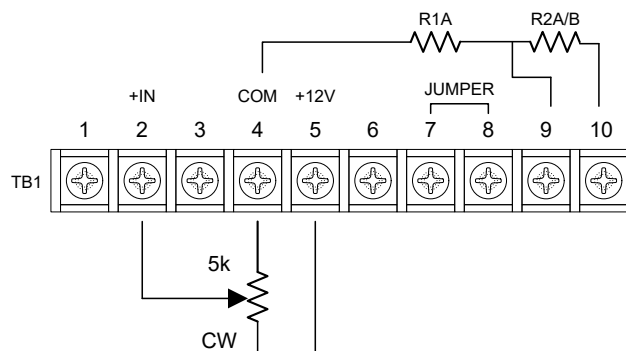

Figure 4.3 Commande à distance avec un potentiomètre
- a. Avec l'alimentation du DCPF3 coupée, connecter le potentiomètre comme indiqué à la figure 4.3. La position horaire (CW) correspond à la sortie de puissance maximale. La borne TB1-5 est connectée en interne à une source de tension continue positive. Ne retirez pas R1A et R2A/B sur TB1, ceux-ci sont installés en usine.